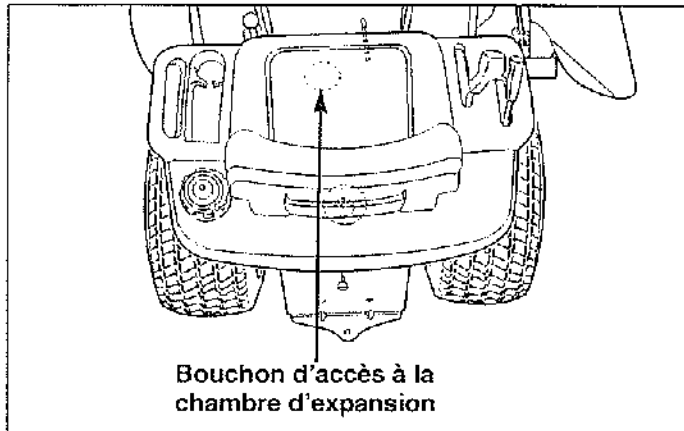

**Figure 44. Entretien du filtre de transmission interne**
1. Placer un entonnoir de vidange sous la transmission et retirer les deux bouchons de vidange de 14 mm (A, figure 44).
3. Déposer le capuchon d'accès au filtre (B, figure 44).
5. Déposer et remplacer le filtre de transmission interne (B, figure 44).
6. Remettre en place le capuchon d'accès au filtre (A, figure 44) et les deux bouchons de vidange de 14 mm (A, figure 45).